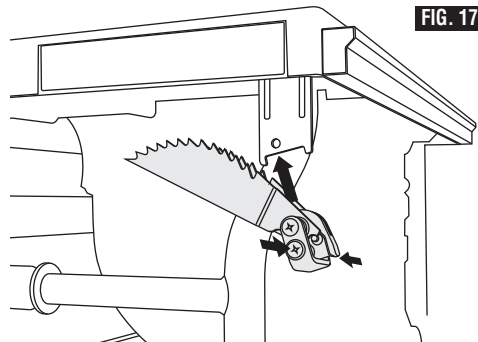

FIG. 17
2. Acople el dispositivo antirretroceso al soporte de suspensión de la misma manera que se acopla a la cuchilla separadora (Fig. 17). Para facilitar la instalación, extienda la extensión de la mesa (Fig. 42).